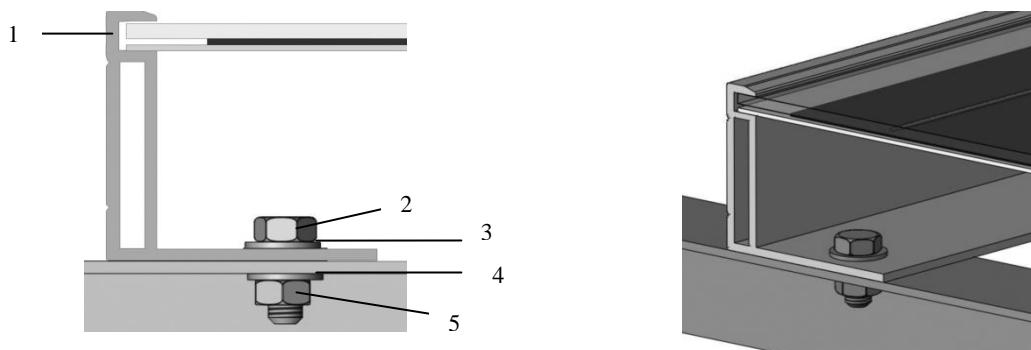

図 1. ボルトによる取り付け方式で取り付けた太陽光発電モジュール
- ・図1に示すようにM8ボルト、ワッシャ、スプリングワッシャ及びナットを使用して、太陽電池モジュールを確実に固定します。